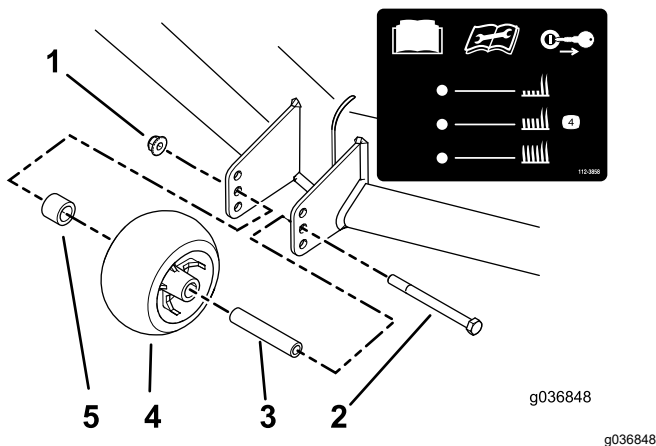

Bild 31
3. Stellen Sie die Antiskalpierrollen, wie in **Bild 30** und **Bild 31** abgebildet.